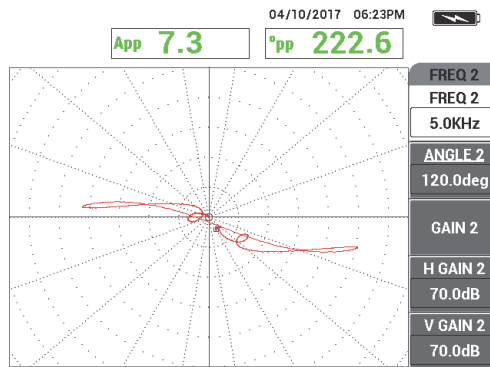

Abbildung 5-166 Signal des Hilfsrings für Frequenz 2
5. Bei Erhalt eines zufriedenstellenden Signals, drücken Sie die Direktzugriffstaste FREEZE (❄️), um die Signalerfassung zu aktivieren (siehe Abbildung 5-166 auf Seite 262).